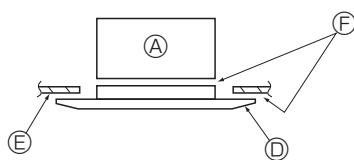

Fig. 10-7
- * Zorg ervoor dat er geen openingen zijn tussen de hoofdunit en het paneel, of tussen het paneel en het plafond. (Fig. 10-7)